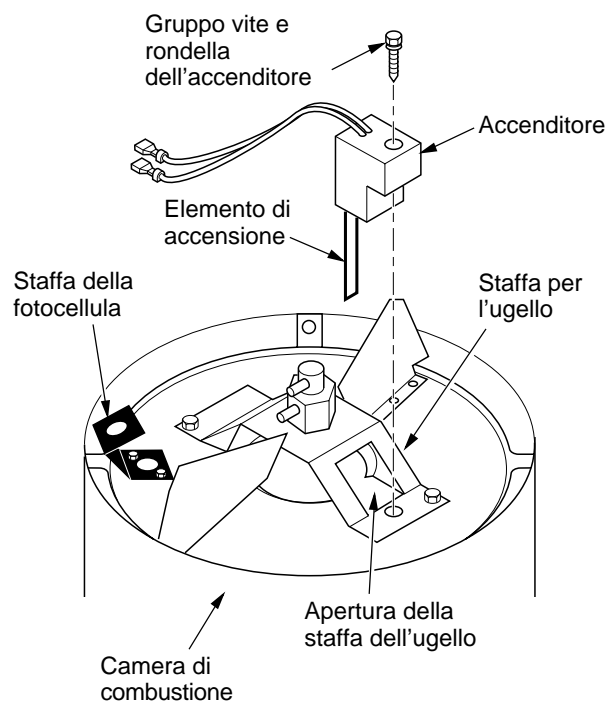

Figura 12. Sostituzione dell'accenditore
6. Rimuovere la camera di combustione. Posarla su un'estremità, in modo che la staffa per l'ugello si trovi in alto (vedere la Figura 12).
9. Infilare con cautela l'accenditore, facendo attenzione a non colpirlo, nell'apertura della staffa dell'ugello. Fissarlo alla staffa serrando la vite con una chiave a tubo da 1/4 di pollice (vedere la Figura 12) a una coppia compresa tra 0,90 e 1,69 nm (tra 8 e 15 pollici-libbre). Non superare il valore massimo di serraggio.